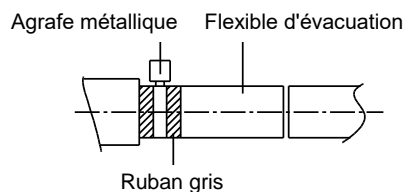

Fig. 22
4. Serrez l'agrafe jusqu'à ce que la tête du boulon s'approche de l'agrafe à une distance inférieure à 4 mm (fig. 22)